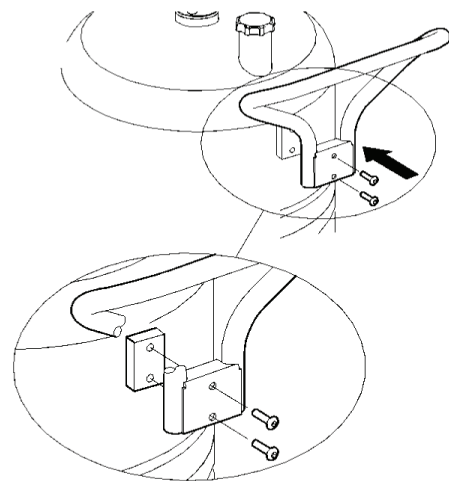

Fig. 2
2. Mount the pump into the centre hole of the container and connect the outlet hose to the pump (fig. 2).
2. Monte la bomba en la rosca superior central del depósito y conectar la manguera de distribución a la bomba (Fig. 2).
2. Fixer la pompe au raccord supérieur situé au milieu du réservoir et brancher le flexible de distribution à cette dernière (Fig. 2).
2. Die Pumpe in die zentrale Öffnung des Behälters montieren und den Auslaufschlauch mit der Pumpe verbinden (Bild 2).
2. Установить насос на центральном отверстии бака и подсоединить выходной шланг к насосу (рис.2).